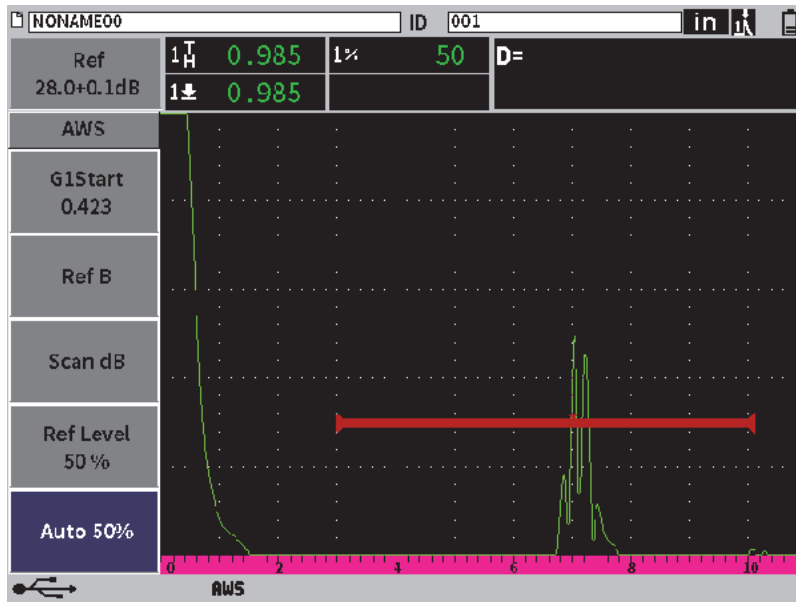

Figura 11-25 AWS activo con nivel de referencia del 50 %
8. Pulse la tecla TAB para resaltar la opción **Auto XX%** (el valor predeterminado es 50 %); después, pulse la tecla ENTRAR (vea la Figura 11-25 en la página 211).